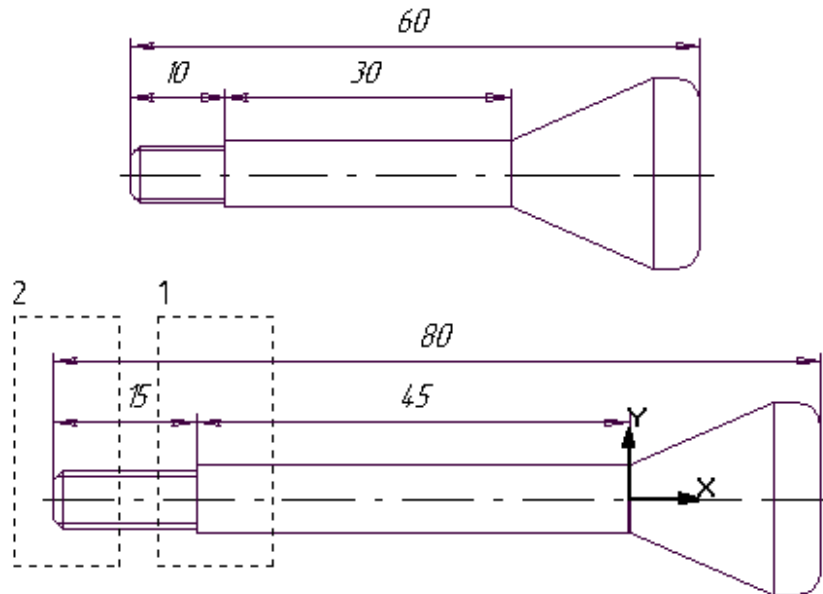

Рис. 3.1. Деформация сдвигом
2. В ответ на запрос системы о начальной и конечной точках прямоугольной рамки сформируйте рамку деформации, как показано в задании (рамка 1 на рис. 3.1).
1. В ответ на запросы системы о начальной и конечной точках прямоугольной рамки сформируйте рамку деформации, как показано в задании (рамка 2 на рис. 3.1).